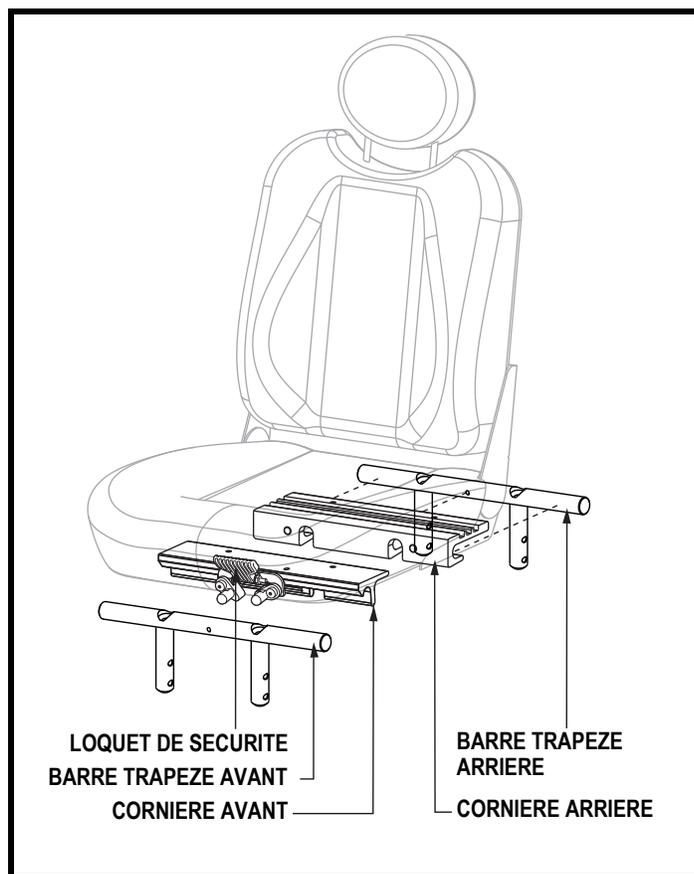

Figure 10. Système de montage universel
3. Retirez les deux montants sous le siège. **Voir figure 10.**